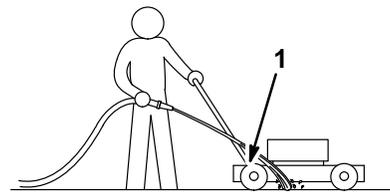

Figure 27
3. Tenir le tuyau d'arrosage à la hauteur du mancheron et diriger le jet vers le sol, juste devant la roue arrière droite (Fig. 27).